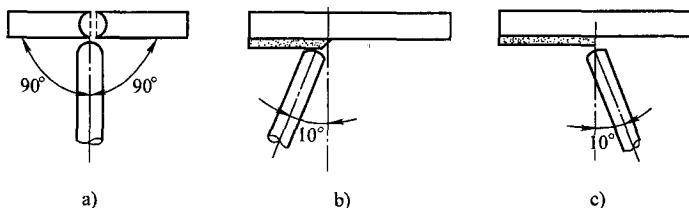

图 1—2 对接仰焊时焊条角度
- (2) 采用直线形或直线往返形运条法，短弧操作。
- (3) 打底层焊接。打底焊采用直径 3.2 mm 的焊条，电流可稍大些，目的在于使熔滴和熔池金属有足够的电弧压力，使根部熔透并减小背面凹陷。打底焊采用直线往返形运条法。若熔池温度过高，可适当作挑弧或灭弧动作。焊接时，由远及近地运条，移动速度尽可能快一些；熔池应小一些，焊道薄一些，以防止熔池金属下坠。
- (4) 盖面层焊接。焊接前，应将第一层焊道熔渣及飞溅物清理干净。采用直径 3.2 mm 焊条，焊条角度如图 1—2 所示。操作时采用月牙形或锯齿形运条，电弧要短，焊道要薄。当运条至焊道两侧时应稍停、稳弧，保证两边熔合良好，防止咬边。此外应保持熔池外形平直，如有凸形出现，可使焊条在两侧停留时间稍长一些，必要时做灭弧动作，以保证焊缝成形均匀平整。